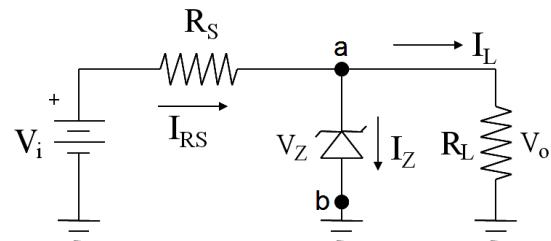

Figura 2.
**Questão 2** – Para o circuito da Figura 2, determinar a faixa de variação de  $R_L$  e de  $I_L$  que manterá o diodo zener ligado. Considerar  $V_z = 3,3 \text{ V}$ ,  $P_{ZM} = 33 \text{ mW}$ ,  $V_i = 15 \text{ V}$  e  $R_S = 1 \text{ k}\Omega$ .
**Questão 3** – No circuito regulador zener da Figura 2, a tensão de entrada é uma onda triangular de  $20 \text{ V}_{pp}$ , em  $5 \text{ kHz}$ .
**Questão 4** – Seja o circuito regulador zener da Figura 2, onde a tensão de entrada é uma fonte variável (onda quadrada) entre  $14$  e  $20 \text{ V}$  (zener ligado) e a corrente de carga  $I_L$  varia entre  $100 \text{ mA}$  e  $200 \text{ mA}$ , neste intervalo. Sabendo-se que  $V_Z = 10 \text{ V}$  e que  $I_{Z\min} = 0,1 I_{Z\max}$ , projetar: